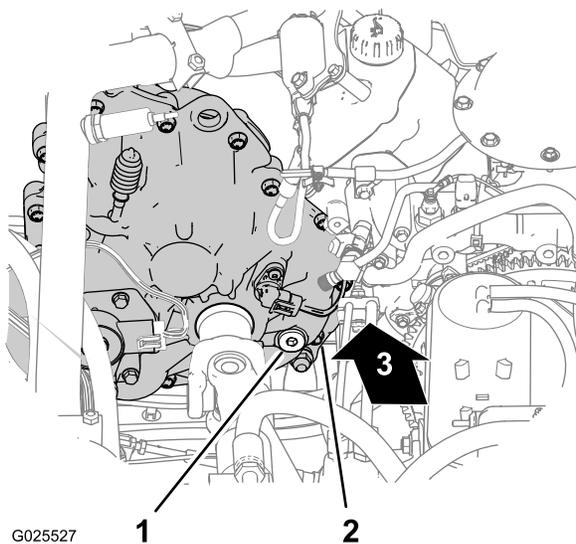
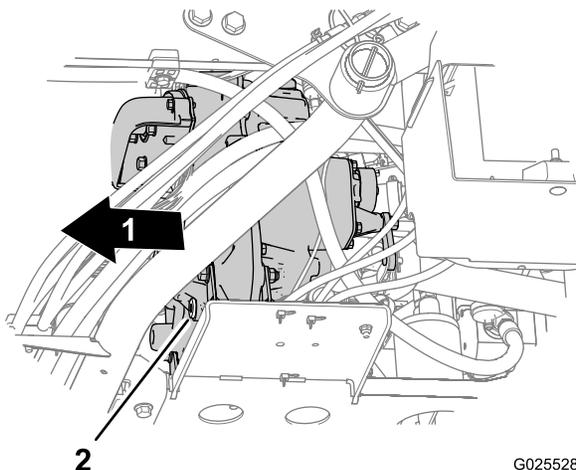

Figure 68
Figure 69
2. Localisez le bouchon de remplissage dans la partie intérieure arrière du carter de transmission, et le bouchon de vidange sur la partie extérieure avant (Figure 68 et Figure 69).
3. Retirez le bouchon de remplissage de l'orifice de remplissage en le tournant dans le sens antihoraire ; enlevez-le ensuite de la transmission (Figure 68).
4. Placez un bac de vidange sous le bouchon de vidange (Figure 69).
5. Retirez le bouchon de vidange de l'orifice de vidange en le tournant dans le sens antihoraire ; enlevez-le ensuite de la transmission (Figure 69).
6. Remettez le bouchon de vidange (Figure 69).
7. Versez 700 ml d'huile de transmission Dexron VI dans l'orifice de remplissage de la transmission (Figure 68).
8. Remettez le bouchon de remplissage (Figure 68).